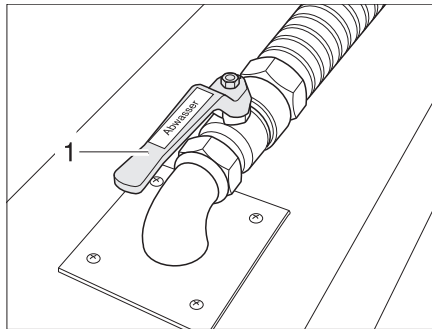

Bild 252 Abwasserhahn
Der Abwasserhahn (Bild 252,1) ist im Doppelboden angebracht. Der Abwasserhahn ist schwarz und durch den Schriftzug "Abwasser" gekennzeichnet.
- Abwasserhahn (Bild 252,2) öffnen. Das Abwasser läuft ab.